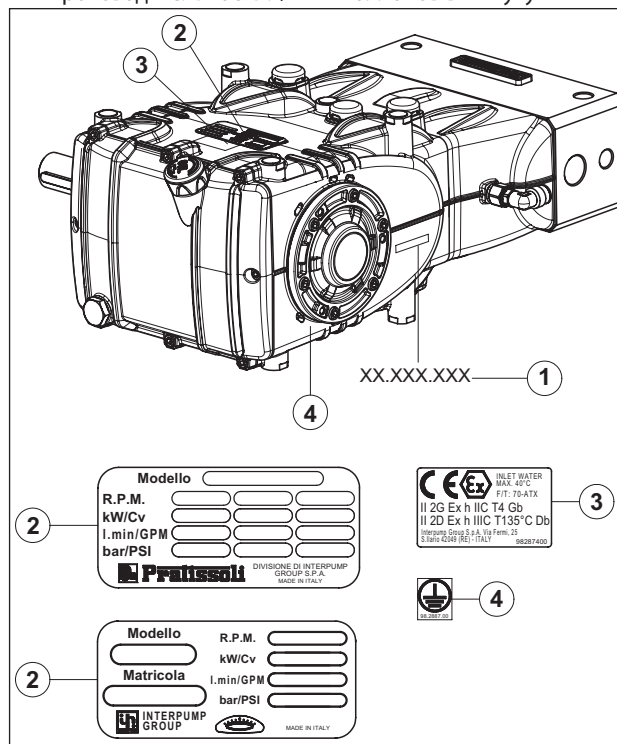

Рис. 1
Каждый насос Рис. 1 имеет свой заводской номер XX.XXX.XXX, см. поз. ①, и идентификационную табличку, см. поз. ②, со следующими данными: